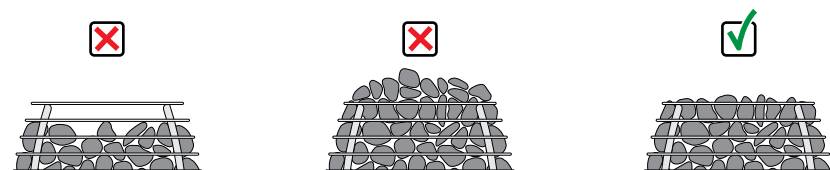

Figura 14. Colocación de las piedras de HIVE Flow.
- No coloque una pila alta de piedras, y asegúrese de que antes del primer uso todas las piedras estén niveladas con la parte superior de la rejilla para piedras (**Figura 14**).